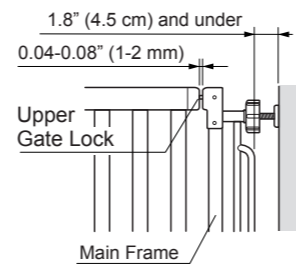

Figure 5
- Tighten Adjuster Knob at the space between Main Frame of Upper Gate Lock to 0.04-0.08"(1-2 mm) so that the tension spring effect works properly (Fig. 5).
- Tighten the Upper Adjuster Knob on side of Upper Gate Lock until the space between Main Frame and Upper Gate Lock is 0.04-0.08" (1-2 mm) (Fig. 5).
- Apriete la perilla de ajuste del espacio entre el marco principal y el cerrojo superior de la entrada hasta un espacio de 1 a 2 mm (0,04 a 0,08"), de modo que el efecto de resorte tensor funcione adecuadamente (Fig. 5).